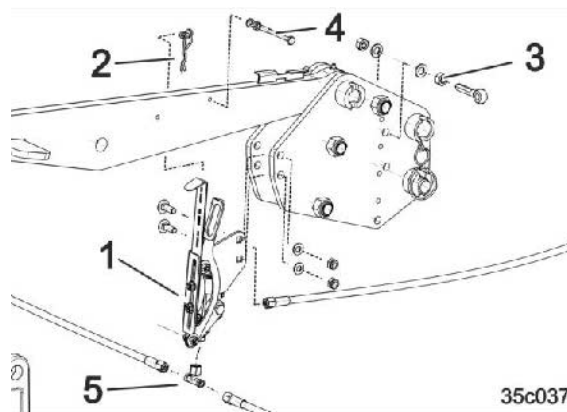

Fig. 83
6. Koble fra hydraulikkslangen på den monterte T-tilkoblingsdelen (Fig. 83/5).
7. Skru på den formonterte ventilholderen (Fig. 83/1).
8. Forbind hydraulikkslangene med den nye T-koblingsdelen på ventilen (Fig. 83/5).
9. Fest den hvite trekksnoren med maljen på fangkroken (Fig. 83/2).
10. Monter øyebolten som snorføring (Fig. 83/3).
11. Monter driftsskruen på toppstaget (Fig. 83/4).